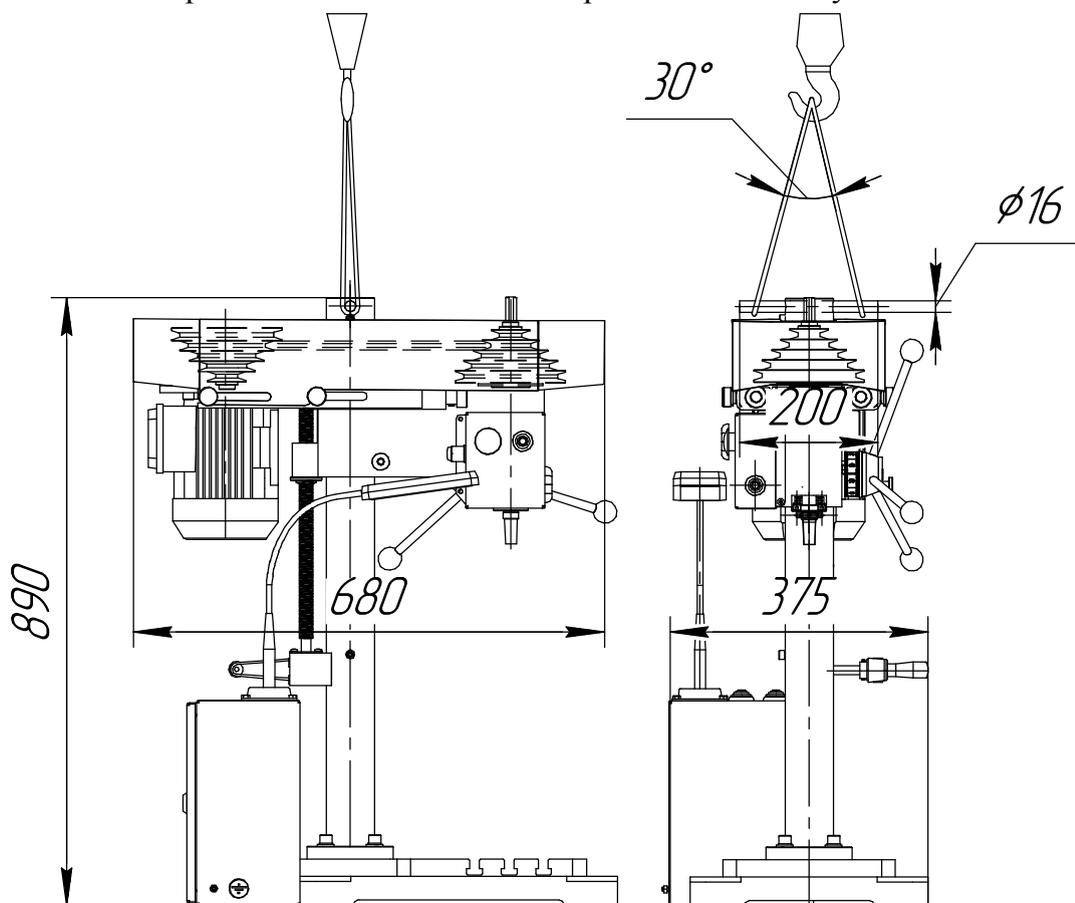

Рис.8. Схема строповки
8.2. Для транспортирования распакованного станка используется стальной пруток  $d=16$ м.  $L=200$ мм., который пропускают через отверстие в колонне. Строповку станка производить согласно схемы на (Рис.8).